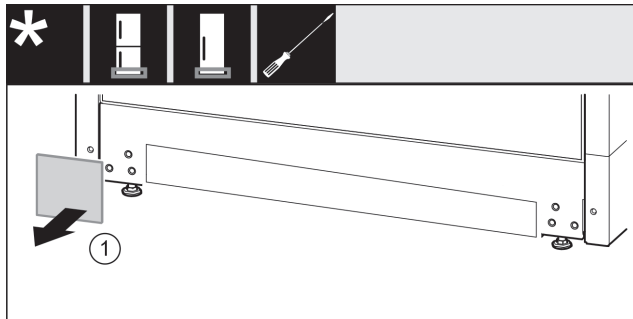

Fig. 29
- Abdeckung Fig. 29 (1) abnehmen.